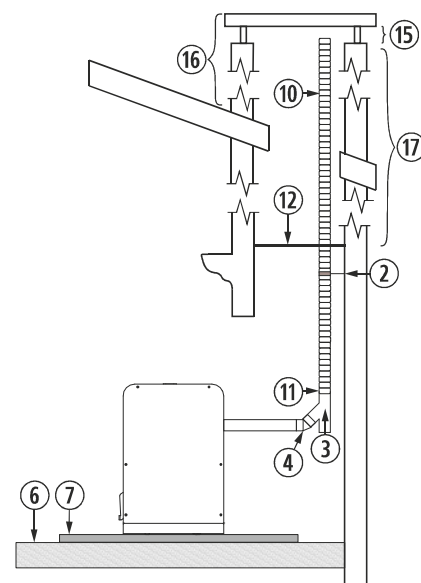

Figura 6
4.26. A instalação de um encastrável numa chaminé de obra pode ser feita em toda a sua totalidade em tubo flexível, tal como indicado na *figura 6*. Devemos ter especial cuidado na hora de realizar o isolamento entre a chaminé e o tubo da saída de gases para evitar possíveis retrocessos de gases em caso de tempestade.
②	Abraçadeira de união de aço inox.
③	Tê de 135° com registro.
④	Curva de 45°.
⑥	Chão de madeira.
⑦	Protector de chão incombustível.
⑩	Tubo de aço inox flexível.
⑪	União adaptadora de flexível a rígido.
⑫	Isolante anti-retrocesso.
⑮	Mínimo 200mm.
⑯	Deve ultrapassar o teto em 1 metro.